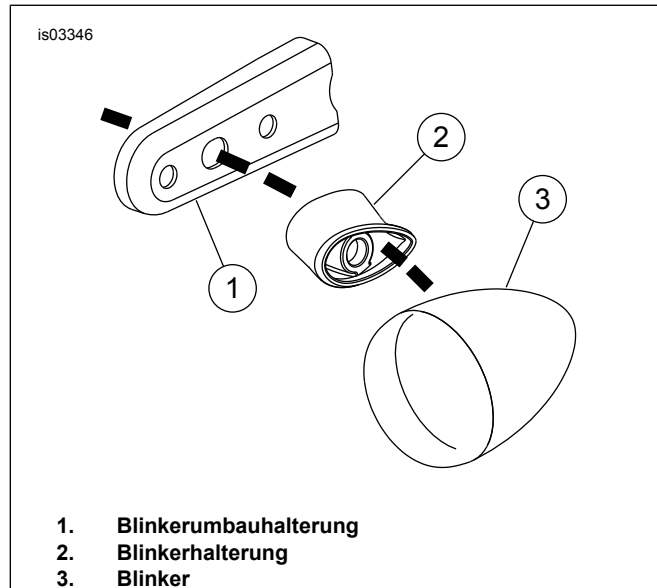

Abbildung 7. Verkabelung durch die Umbauhalterung und Blinkerhalterung einziehen
1. Siehe Abbildung 7. Die Blinkerverkabelung und den Steckverbinder durch die mittlere Öffnung in der Blinkerumbauhalterung und unter den rückwärtigen Teil der Schutzblechstütze einziehen.